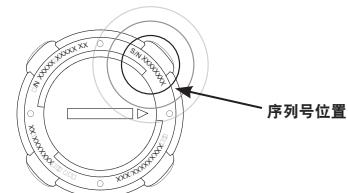

图 2：InfoKey 控制器序列号的位置
1. 在 InfoKey 控制器背面找到以 S/N 开头的序列号（位于装饰环的下面，请参见图 2）。